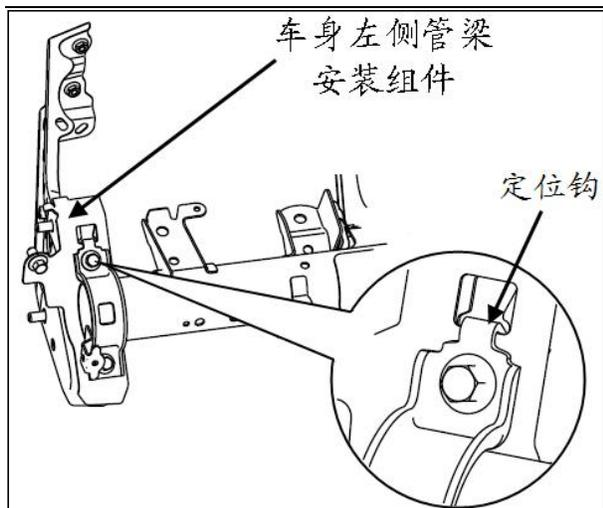
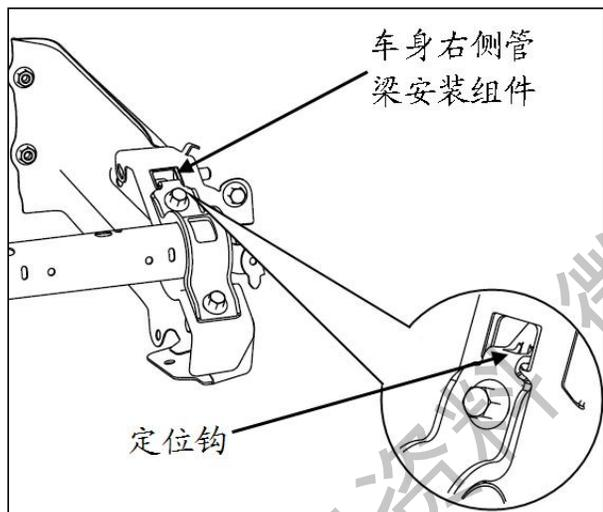

图 1.5.25 仪表台横梁固定支架组件（左）
图 1.5.26 仪表台横梁固定支架组件（右）
- (1) 将管梁总成与车身前舱钣金的紧固件拆分开,用六角套筒(10号)将2个六角法兰面螺栓Q1840816T1F3取下。
- (2) 将地毯在仪表板底部的范围掀开,把管梁总成与车身地板钣金连接的紧固件拆分开,用六角套(10号)筒将2个六角法兰面螺栓Q1840816T1F3取下。
- (3) 将管梁总成与空调总成拆分开,用六角套筒(8号)将1个六角法兰面螺栓Q1840616T1F3取下。
- (4) 将管梁总成与车身侧围钣金连接的紧固件拆分开,用六角套筒(10号)将左右两侧各2个六角法兰面螺栓Q1840816T1F3取下。
- (5) 再次确认转向管柱以及其它相关的电器元件、线束与管梁以及仪表板下本体的连接断开。确认无误后,将图1.5.25中所示的左侧定位钩脱开,再将图1.5.26中所示的右侧定位钩脱开,即可将管梁以及线束从车身上拆下。
- (6) 管梁和线束一起拿下后,再将线束从管梁上拆下。